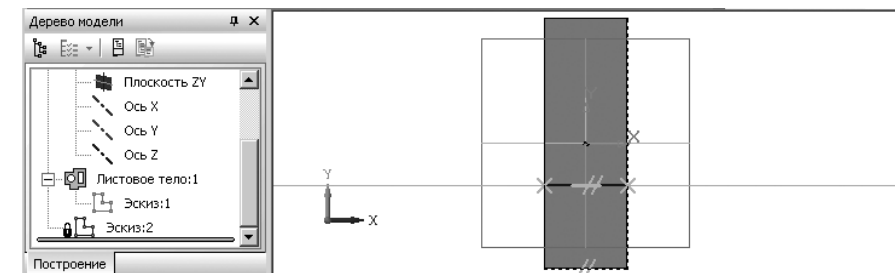

Рис. 7.98. Результат построения линии сгиба
- нажмите на клавишу **Esc** для завершения выполнения команды. Это состояние окна эскиза показано на рис. 7.98.